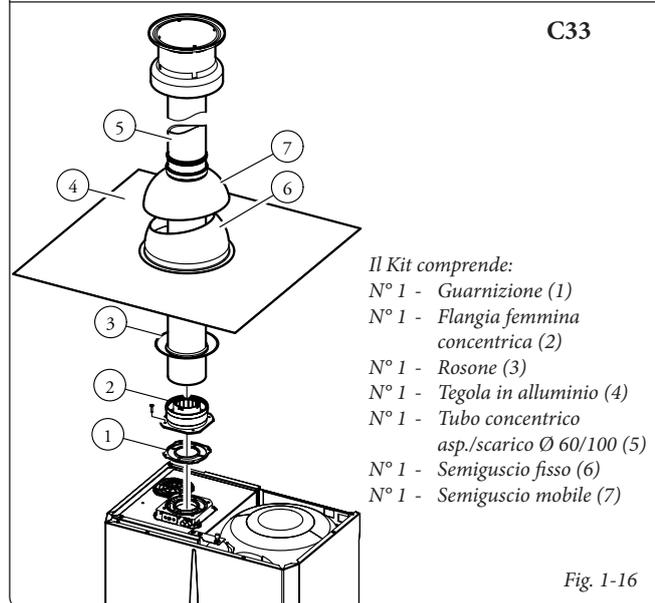

Fig. 1-16
- Kit verticale concentrico di aspirazione e scarico. Questo terminale permette l'aspirazione dell'aria e lo scarico dei fumi direttamente all'esterno dell'abitazione in senso verticale (Fig. 1-16 ÷ 1-17).
Kit verticale con tegola in alluminio Ø 60/100. Montaggio kit (Fig. 1-16): Installare la flangia concentrica (2) sul foro più interno della caldaia interponendo la guarnizione (1) (*che non necessita di lubrificazione*) posizionandola con le sporgenze circolari verso il basso a contatto con la flangia di caldaia e serrare con le viti presenti nel kit.